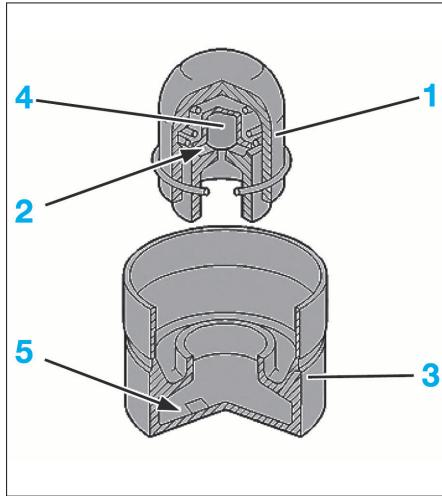

FIG. 54
• Comprimer les poussoirs hydrauliques entre le pouce et l'index (Fig.54).
• Si le piston (1) semble bloqué, la chambre haute pression (2) est pleine d'huile et le poussoir hydraulique est en extension maximal :
- Sortir le piston (1) en tapotant le poussoir (3) sur une cale en bois